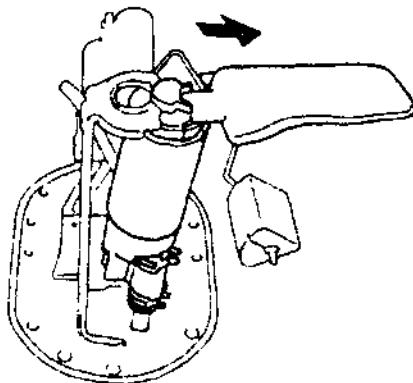

图 1.27 燃油泵引线和燃油泵位置
① 拆下燃油泵引线。
② 从燃油泵支架上拆下燃油泵。
- 从燃油泵上拆下橡胶垫。燃油泵引线和燃油泵位置如图 1.27 所示。